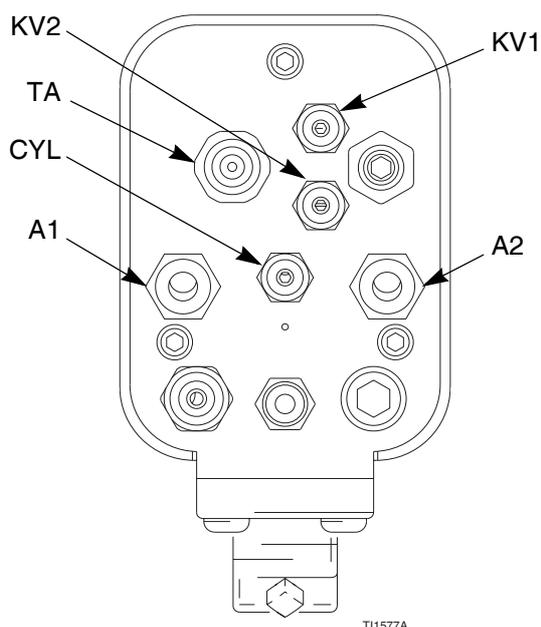

ABB. 13. Verteilerluftanschlüsse
4. Mit dem Luftdruckregler an der Zerstäuberluft-Zufuhrleitung (A1) den Grad der Zerstäubung einstellen. Siehe ABB. 13. Ein typischer Zerstäubungsdruck für eine Materialflussrate von 0,3 Litern pro Minute wäre beispielsweise 20-30 psi (1,4-2,1 bar, 0,14-0,21 MPa) am Pistolenverteiler.
2. Ziehen Sie die Pistole ab und schalten Sie dann die Turbinenluft (TA) ein. Siehe ABB. 13.
1. Legen Sie einen Mindestluftdruck von 50 psi (3,5 bar; 0,35 MPa) an den Zylinderluftanschlusstutzen (CYL) an, um die Ein-/Ausschaltsequenz von Zerstäuberluft (A1), Gebläseluft (A2) und Material (P1) zu aktivieren. Siehe **ABB. 13**.
2. Schalten Sie die Pistolenfunktionen durch Verwendung der Magnetventile an den Zylinder- (CYL) und Turbinenluft- (TA) Zufuhrleitungen ein- und aus.